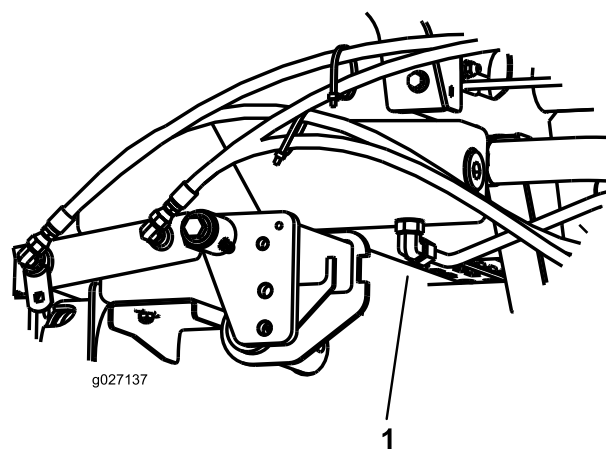

Figura 73
2. Collocate una bacinella di grandi dimensioni sotto il raccordo previsto sulla base del serbatoio del fluido idraulico (Figura 73).